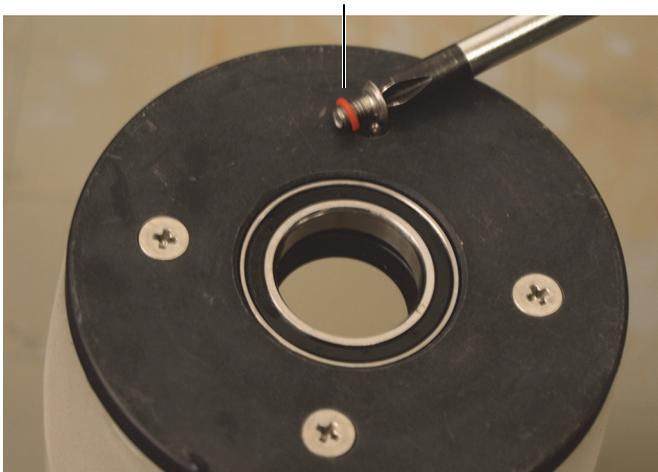

图 6-14 取下声学轮凸缘上的外置紧固螺钉
1. 从位于未连接探头线缆的声学轮一侧、未装有其它配件的凸缘上取下4个外置紧固螺钉（参见第86页的图 6-14）。